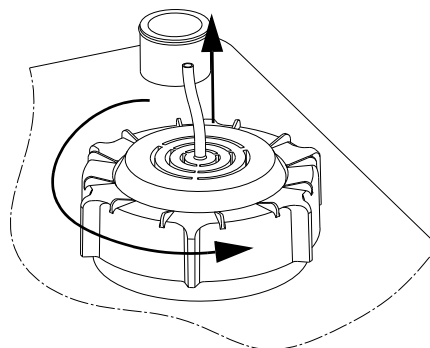

Fig. 11 Rimozione del trasmettitore di livello
2. Allentare il tappo a vite ruotandolo in senso antiorario. Vedi fig. 11.